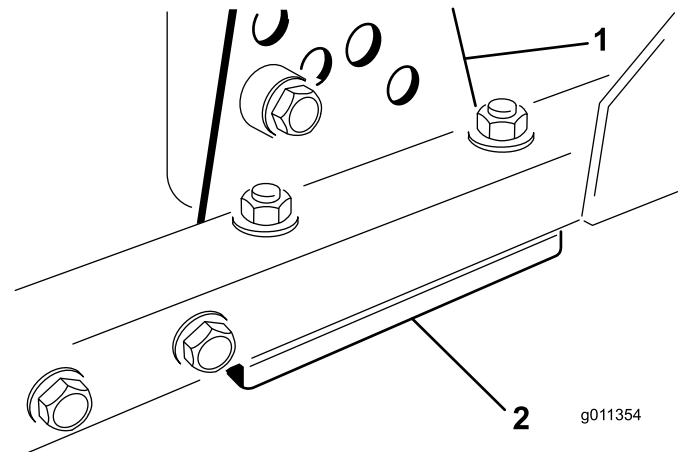

図 128
1. 刈り高ブラケット前、左、右のうち1つをカッティングユニットのフレームから外す図 128。
2. カッティングユニットのフレームとブラケットとの間に厚さ 1.5 mm または 0.7 mm のシム、場合によってはこれらの両方を挿入して、希望する刈高を達成する図 128。